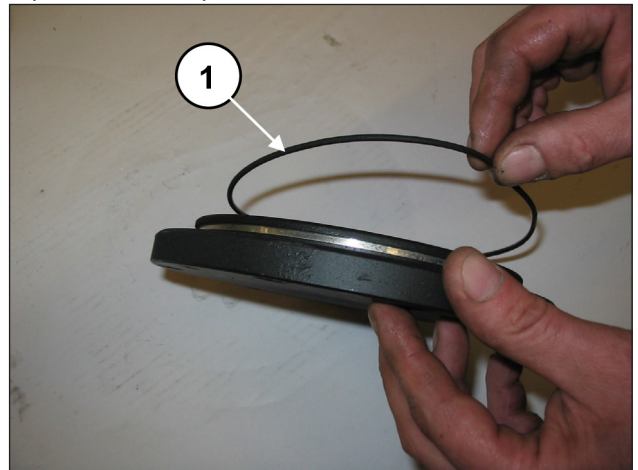
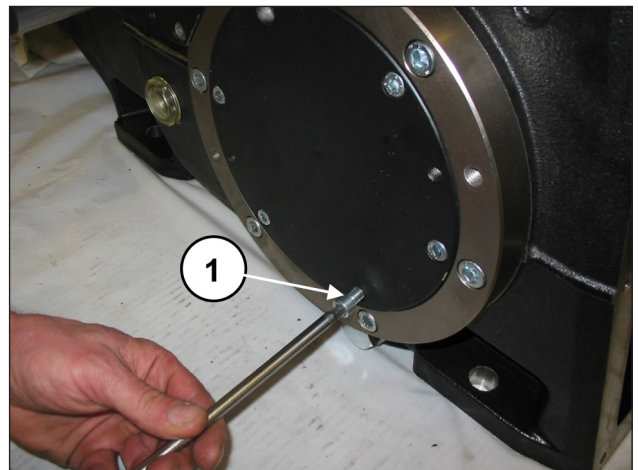

Fig. 90
Fig. 91
Retirer la cale anti-rotation sous le corps de la bielle centrale. Monter les deux couvercles de coussinet (avec leur joint torique) (rep. ①, Fig. 90) à l'aide de 6+6 vis M8x20 (rep. ①, Fig. 91).